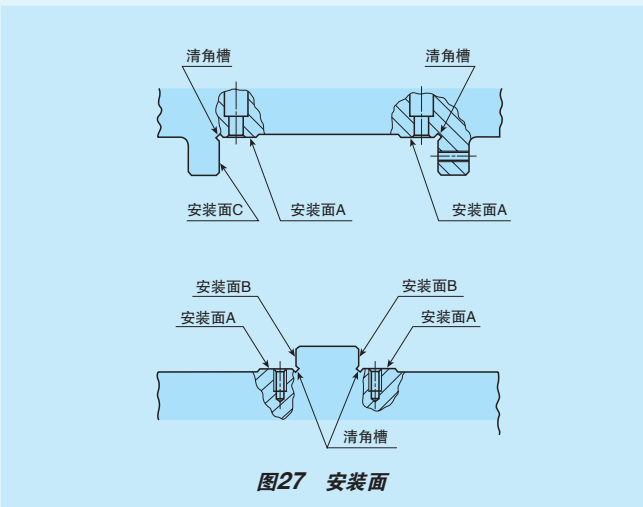

图27 安装面
③底座侧滑轨的安装
- 将滑轨紧紧贴在B面(参照图27)，同时使用规定的扭矩正式均匀拧紧。